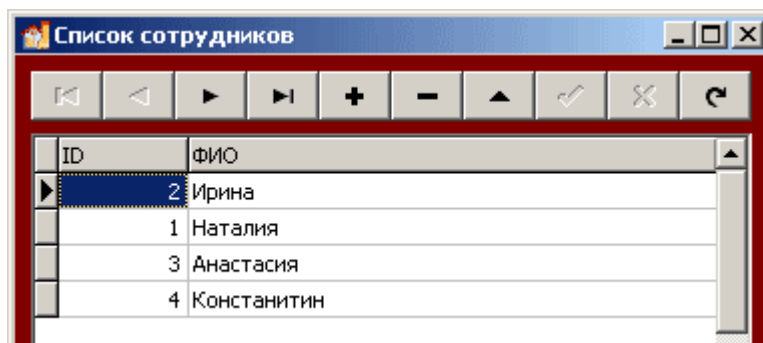

Рисунок 10. Редактор списка сотрудников
Редактор списка сотрудников несколько отличается от остальных списков. Для вызова списка сотрудников необходимо нажать на кнопку «Сотрудники» (10). На экране появится окно изображенное на рис. 10.